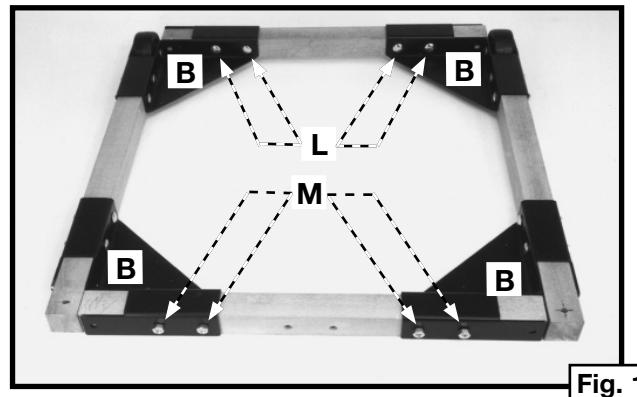

Fig. 10
11. Positionner les planches à l'intérieur des supports de cornière (B) fig. 10. Aligner les quatre trous des planches avec ceux de chaque support de cornière (B) fig. 10. Fixer les planches aux supports avec les 16 boulons de carrosserie de 51 mm (2 po) (L) et les écrous hexagonaux (M).
REMARQUE: insérer les boulons de carrosserie (L) fig. 10, à partir de l'intérieur des supports (B) de sorte que les têtes carrées des boulons de carrosserie s'adaptent dans les trous carrés des supports (B).